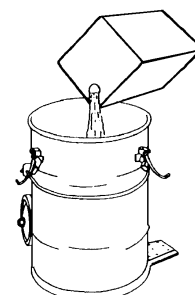

Fig.3
- 4) 油槽内を清潔なウエスなどで拭いてから、ご使用のオイルを移し替えてください。(Fig 3)